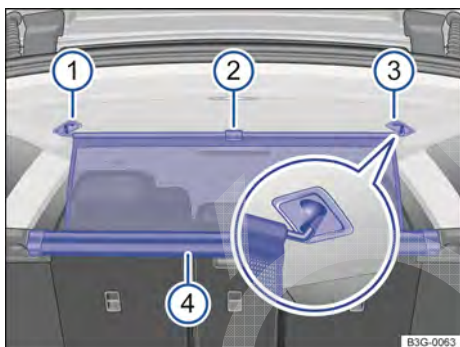

Fig. 242 No compartimento de bagagem: pendurar a rede divisória.
- Tirar a rede divisória com a tira → Fig. 242 ② da carcaça → Fig. 242 ④, puxando-a para cima.
- Prender a rede divisória no lado direito → Fig. 242 ③ (lupa).
- Prender a rede divisória no lado esquerdo, comprimindo a barra transversal no alojamento → Fig. 242 ①.
◁ A rede divisória estará fixada corretamente se as extremidades em forma de T estiverem seguramente presas nos respectivos alojamentos → Fig. 242 ③ e ①
- Desenganchar a barra transversal dos alojamentos → Fig. 242 ③ e ①
- Conduzir a rede divisória totalmente para baixo para a carcaça → Fig. 242 ④.